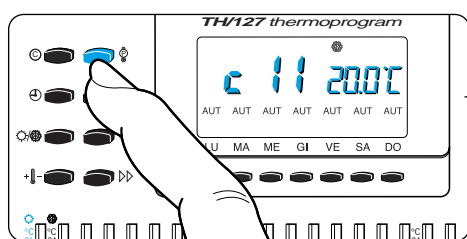

Fig. 32
10.1 - Premere il pulsante  (fig. 32).
11.1 - Premere il pulsante  (fig. 32).